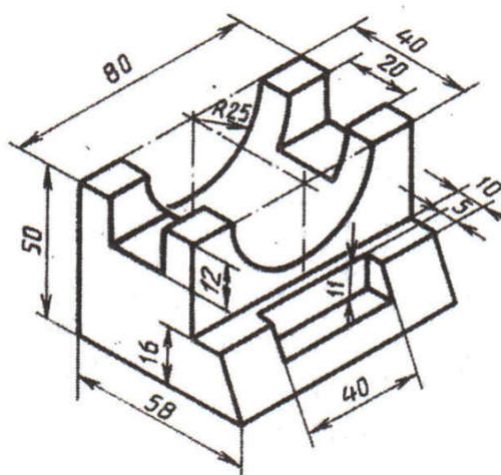

Рис.1
1. Выполнить построение 3D моделей (рис.1,2,3)